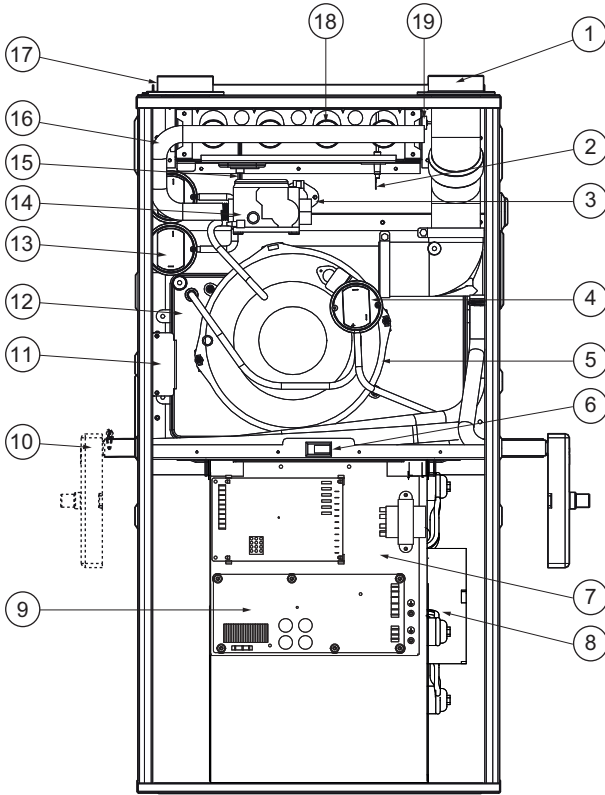

Fig. 14-1 Identificación de componentes
- Las piezas están disponibles a través de su distribuidor. (Ver Fig.14-1)